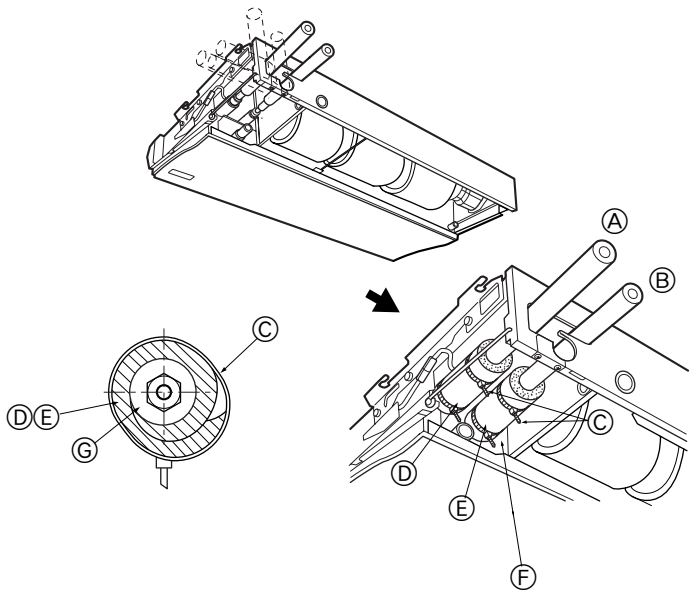

Fig. 4-2
③ Appliquer de l'huile réfrigérante sur toute la surface évasée du fond.
4.2. Appareil intérieur (Fig. 4-2)